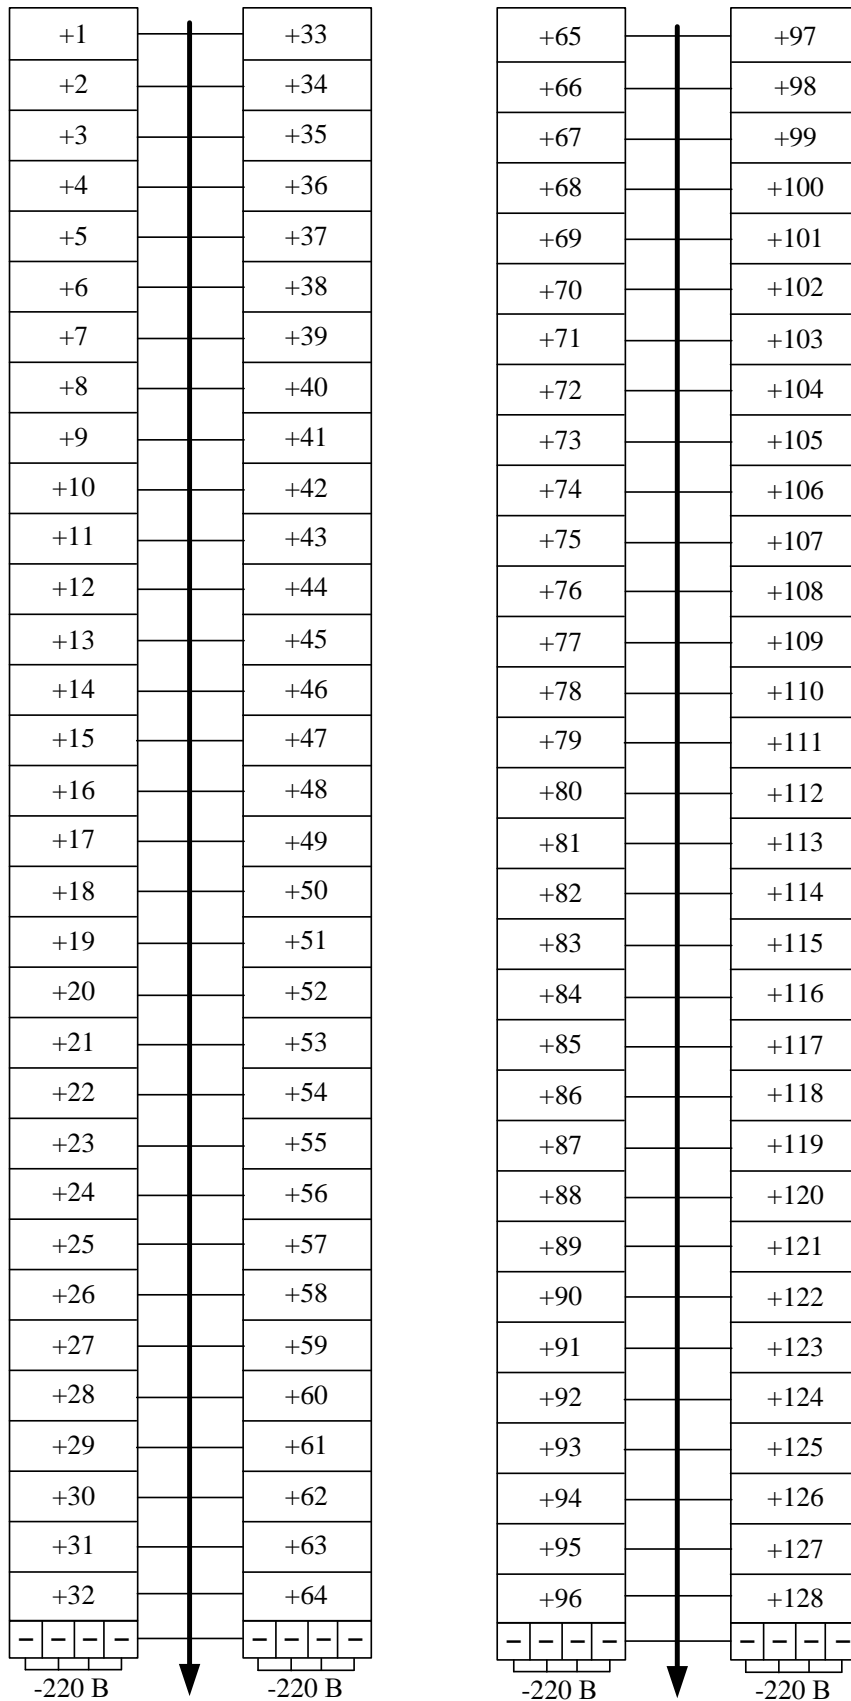

Рис. 21. Схема під'єднання бінарних входів Пристрою до зовнішніх кіл
8.4. Під'єднати бінарні входи (для варіанту реєстратора) згідно рис. 21. Бінарні входи виконані у вигляді окремих модулів по 64 входи. Можливий варіант з 64 або 128 бінарними входами. Живлення бінарних входів здійснюють від джерела постійного струму напругою 220 В.